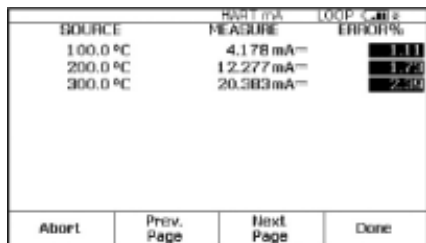

图8.
9. DPC完成评估后,将显示测试后汇总屏幕,显示有SOURCE(输出)、MEASURE(测量)和ERROR(误差)栏。误差栏中未通过的项将以反亮显示(图8)。按“Done”(完成)键。